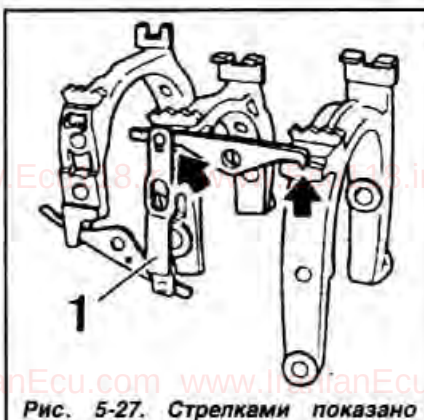

Рис. 5-27. Стрелками показано правильное положение рычага фиксатора относительно вилок переключения передач:
- Сдвинуть рычаг фиксатора так, чтобы его самый длинный шип вошел в прорез вилки переключения V передачи и передачи заднего хода (рис. 5-27).